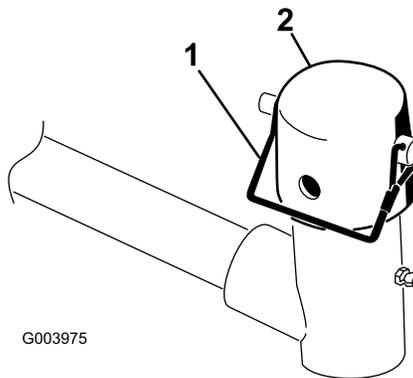

Figura 9
7. Retire o pino de encaixe e a tampa da forquilha de articulação do braço de elevação (Figura 9).
unidade de corte ou utilize o orifício se pretender bloquear a unidade de corte na posição (Figura 9).